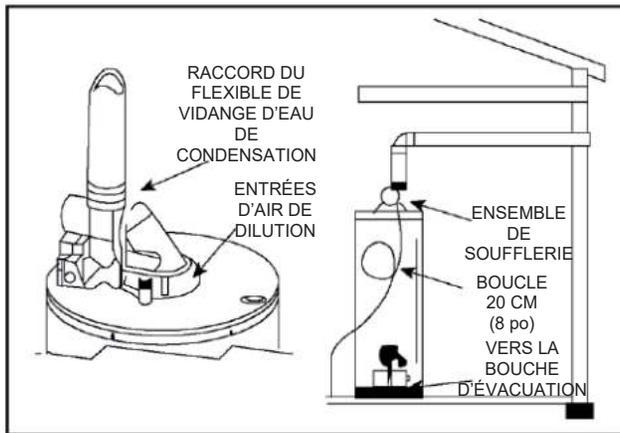

Fig. 12
1. Ce chauffe-eau à ventilation mécanique est fourni avec un ensemble de soufflerie (voir Figure 12).
De la condensation ne se forme pas nécessairement dans toutes les installations de chauffe-eau à ventilation mécanique. Toutefois, si ce phénomène se produit, cette eau de condensation doit être évacuée des tuyaux de ventilation. La formation de condensation à l'intérieur de la tuyauterie de ventilation des chauffe-eaux à ventilation mécanique dépend des conditions d'installation, par exemple, de la température et de l'humidité ambiantes du lieu où le chauffe-eau est installé et de l'espace de ventilation, de la conduite de décharge de ventilation et de son inclinaison, ou encore de l'usage du produit. Dans certaines conditions d'installation, lorsque l'espace n'est pas climatisé ou si de longs tuyaux de ventilation horizontaux ou verticaux sont utilisés, de la condensation peut s'accumuler. De la condensation peut se former dans les longues sections de tuyau de ventilation qui traversent des espaces frais ou froids. Le tuyau de ventilation doit être incliné vers le haut et éloigné de l'ensemble de soufflerie. De plus, le monteur doit prévoir des moyens adéquats permettant d'évacuer et d'éliminer l'eau de condensation, installez un purgeur d'eau de condensation d'environ 20 cm (8 po) de diamètre raccordé à un flexible en plastique de 0,95 cm (3/8 po). Raccordez le flexible à l'orifice d'évacuation intégré au manchon de raccordement en caoutchouc de l'ensemble de soufflerie (voir Figure 12). Serrez le flexible en position verticale comme illustré. La tuyauterie doit être remplie d'eau au moins jusqu'à moitié avant de mettre le chauffe-eau en marche. Veillez à ce que l'extrémité du tuyau soit dirigée vers une bouche d'évacuation, car de l'eau de condensation s'écoulera de cette extrémité. Fixez le tuyau sur le côté du chauffe-eau. Avant de mettre le chauffe-eau en marche, assurez-vous d'avoir installé un bouchon amovible sur l'orifice d'évacuation (dans le cas où un flexible d'évacuation n'est pas nécessaire).